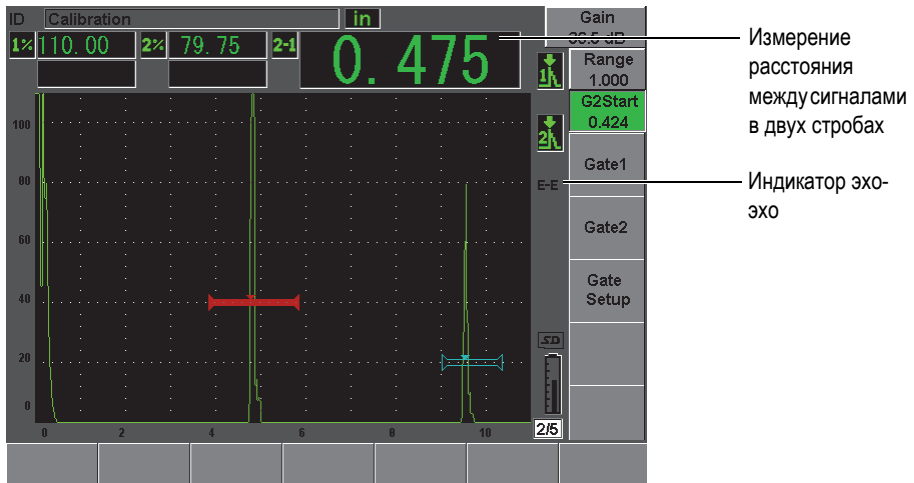

Рис. 8-6 Пример измерения эхо-эхо
2. Поместите строб 1 на первый эхо-сигнал, а строб 2 - на второй эхо-сигнал, как показано на Рис. 8-6 на стр. 143.